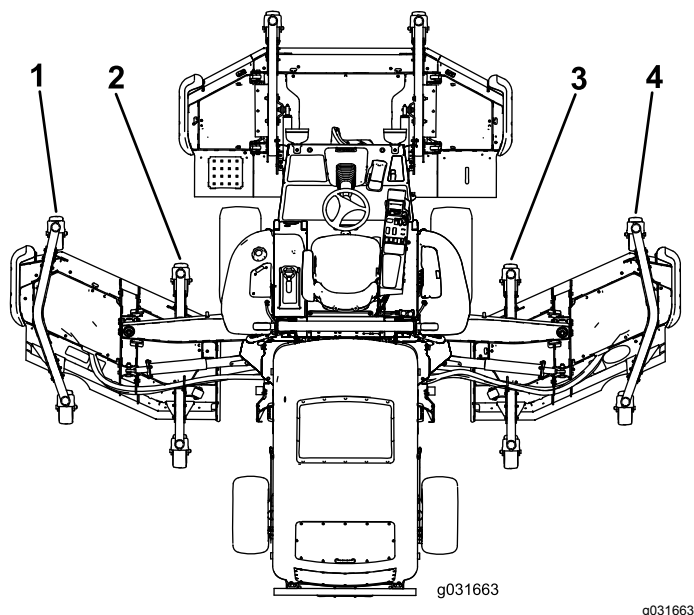

Figure 27
5. Si le bord intérieur du plateau de coupe latéral est trop élevé par rapport au bord extérieur du plateau de coupe avant, retirez une cale au bas du bras pivotant intérieur avant du plateau latéral (Figure 26 et Figure 27).
- Si le bord intérieur est encore trop élevé, retirez une cale supplémentaire au bas du bras pivotant intérieur avant et une cale du bras pivotant extérieur avant du plateau de coupe latéral (Figure 26 et Figure 27).
- Si le bord intérieur du plateau de coupe latéral est trop bas par rapport au bord extérieur du plateau de coupe avant, ajoutez 1 cale au bas du bras pivotant intérieur avant du plateau latéral (Figure 26 et Figure 27).